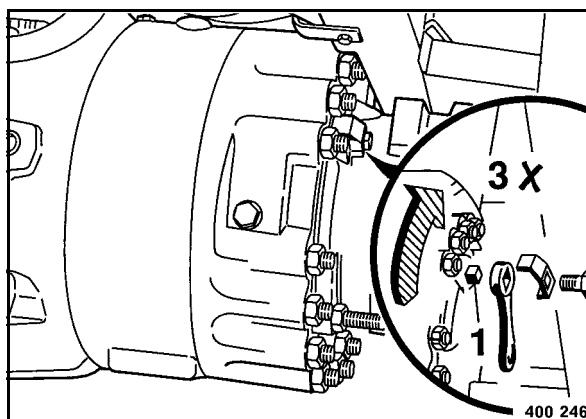

Fig. 184
- Para ajustar el juego hay que girar el cuadrado 1 (Fig. 184) tres vueltas hacia atrás en el sentido de las agujas del reloj.